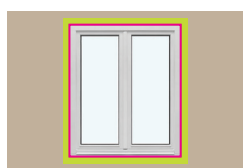

Fig. 5
- Minsta isoleringssöm mellan väggen och karmen (i hela omkrets) är 10 mm (se fig. 5);
- Största isoleringssöm mellan väggen och karmen (i hela omkrets) är 25 mm (se fig. 5);
- Isoleringssöm - söm mellan karm och vägg (se fig. 5);